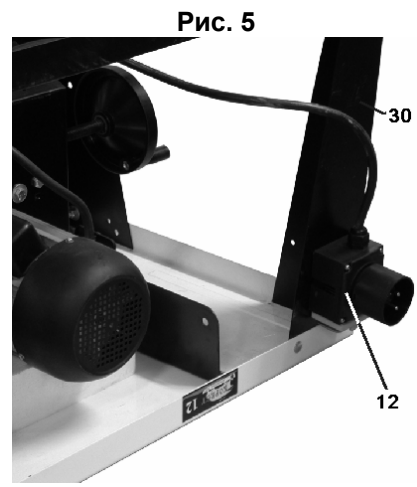

Рис. 5
8.1.12. Установите магнитный пускатель (12) на передней ножке рабочего стола (30) с помощью четырех винтов М4, пружинных шайб и гаек, Рис.5.